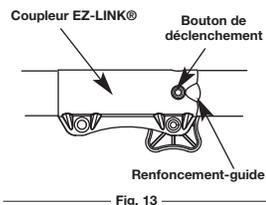

Fig. 13
REMARQUE: aligner le bouton de déclenchement avec le renforcement-guide facilitera l'installation (Fig. 13).
2. Appuyez sur le bouton de déclenchement et maintenez-le enfoncé (Fig. 13).